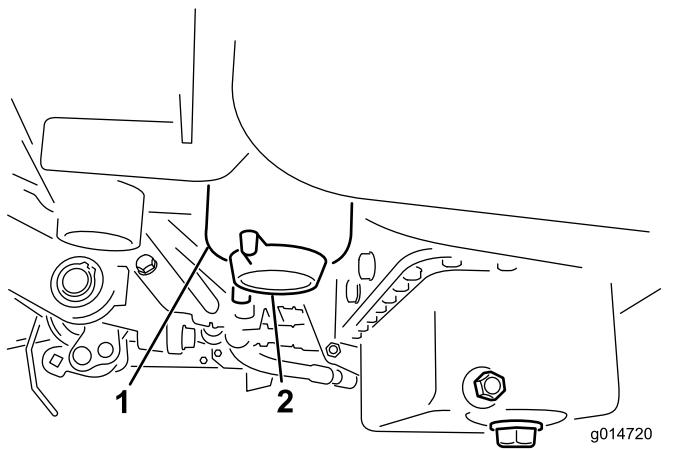

図 42
2. フィルタ容器(図42)の周辺をウェスできれいにぬぐう。
4. フィルタのドレンプラグを開く図42。